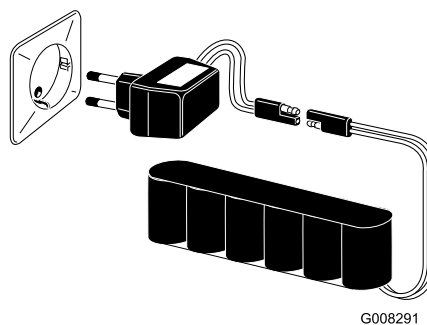

Figura 27
3. Collegate il caricabatterie alla batteria (Figura 27).
4. Inserite il caricabatterie in una presa a parete e caricate la batteria per **24 ore** (Figura 27).